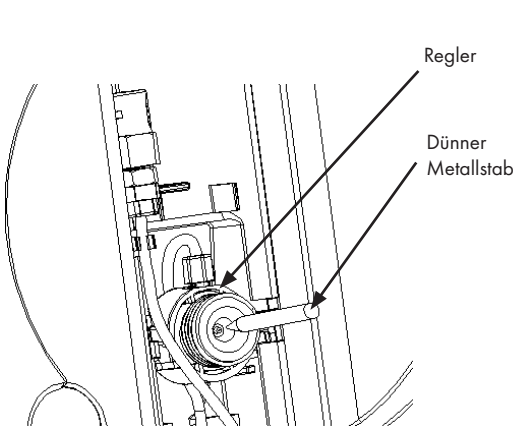

Abbildung 24
1. Nehmen Sie den Dichtungsring mit einem feinen Metallstab heraus (siehe Abbildung 24) und entnehmen Sie den Anstechdorn. Achten Sie darauf, dass keine anderen Bestandteile des Gasdruckreglers beschädigt werden.